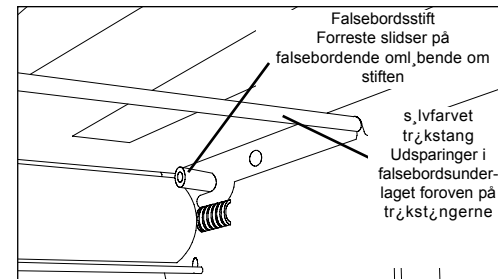

Fig. 8
Undtagelse: Til fremstilling af en halv falsning skal det bageste falsebord skubbes ind med den lukkede ende f_{st} (se nedenstående afsnit halv falsning) **Tip: Mange bruger synes det er nemmere at montere falsebordene forfra (Fig. 8).**
- Slidserne i enen af de to falseborde passer på de sorte stifter (2) i apparatets indre (fig. 8).
- Falsebordene skal ligge på oversiden af de sorte stifter (se fig. 8).